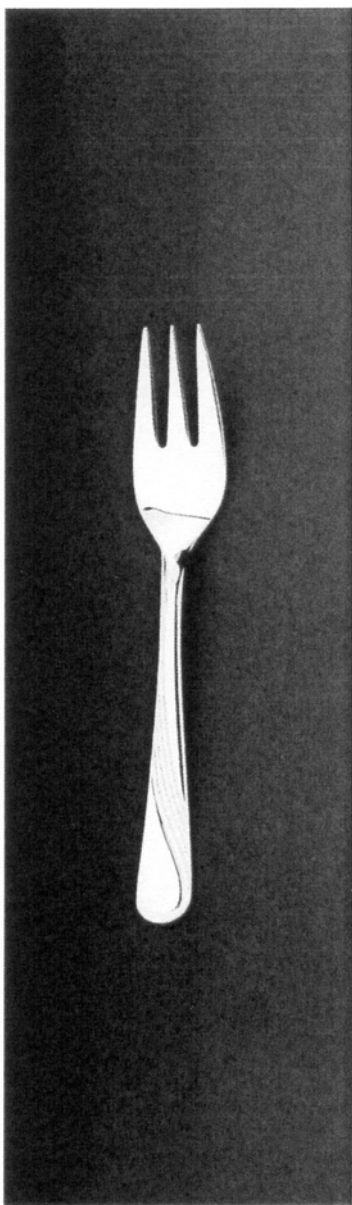

Fig. 1.11
- Fig. 1.11. przedstawia widok widelczyka do ciasta